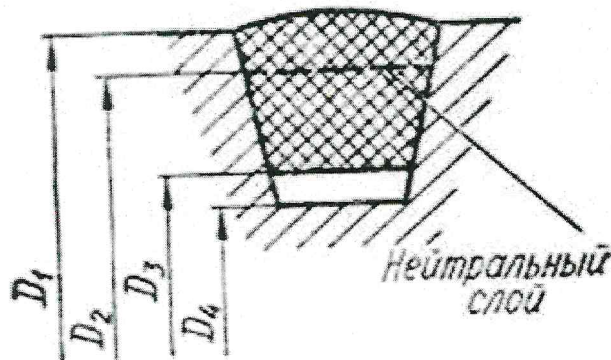

Рис. 16.
49. Что принимается за диаметр шкива клиноременной передачи (рис. 16)?